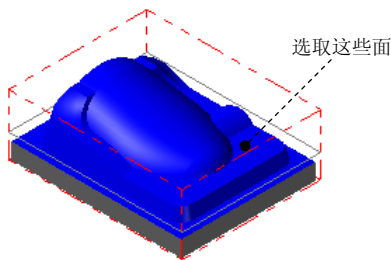

图 17.40 选取加工面
Step2. 设置加工区域。在图形区中选取图 17.40 所示的面（共 45 个），单击 Enter 键，系统弹出“刀具路径的曲面选取”对话框。单击  按钮，完成加工区域的设置，同时系统弹出“曲面精加工交线清角”对话框。